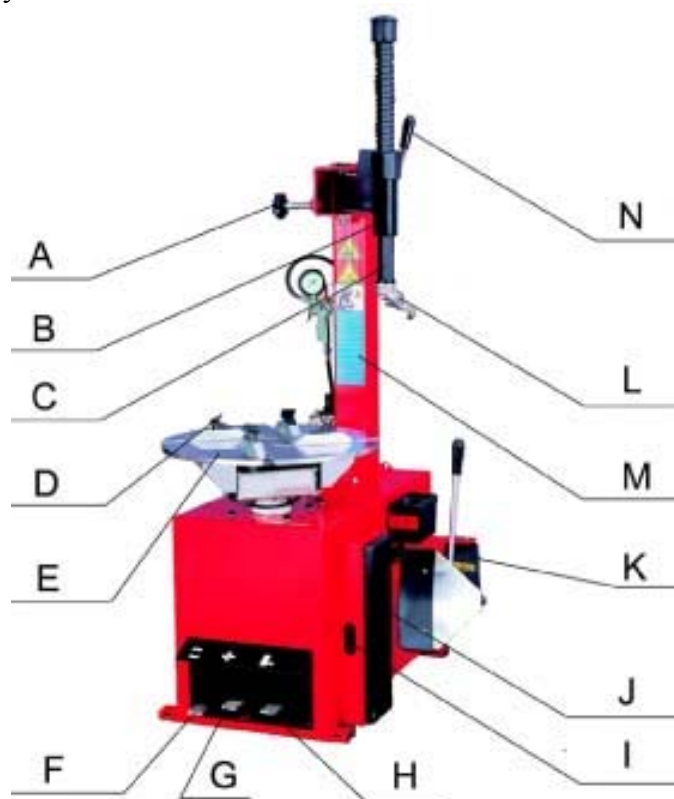

Рис.2
1) Подключите стенд к источникам электропитания и подачи воздуха и подождите какое-то время, чтобы давление сжатого воздуха достигло значения 8 Bar. 2) Нажмите педаль вращения стола (3, рис.2). Монтажный стол должен вращаться по часовой стрелке. Поднимите педаль. Стол должен вращаться против часовой стрелки. 3) Нажмите педаль отжима покрывки (1, рис.2) до срабатывания лопаты отжима. При отпускании педали она должна вернуться в исходное положение. 4) Нажмите педаль зажима кулачков (2, рис.2) для разведения кулачков. При повторном нажатии на педаль кулачки сходятся.
1) **ВНИМАНИЕ:** перед выполнением этой операции полностью спустите воздух из шины и уберите с колеса балансировочные грузы. 2) Во избежание повреждения шины и для облегчения процесса намажьте по всей поверхности закраины покрышки смазку. 3) Установите колесо на монтажный стол (4, рис.2). 4) Чтобы закрепить колесо на столе, сделайте следующее (в зависимости от размера колеса): Обод от 10" до 18": Поместите четыре кулачка (5, рис.2) в положение, отмеченное маркировкой на столике, выжимая до половины вниз педаль зажима (2, рис.2). Установите колесо на кулачки и, прижимая обод колеса, выжмите педаль захвата до упора. Убедитесь, что колесо прочно удерживается кулачками.
5) Опустите штангу (7, рис.2), пока монтажная головка (6, рис.2) не окажется рядом с ободом над колесом. При помощи блокировки зафиксируйте положение штанги.
7) Поднимите закраину покрышки на носик монтажной головки. Для этого вставьте монтажную лопатку между закраиной шины и носиком монтажной головки, затем приподнимите педаль вращения стола (3, рис.2).
- 9) Удерживая монтажную лопатку (14, рис.2) в нужном положении, вращайте стол по часовой стрелке, полностью выжав педаль вращения стола. Продолжайте, пока шина полностью не отделится от обода.
- 3) Зафиксируйте обод колеса при помощи внутренних частей кулачков (5, рис.2).
- 4) ПРИМЕЧАНИЕ: если вы работаете с ободами одного и того же размера, нет необходимости постоянно фиксировать и освобождать штангу. Вместо этого сдвиньте в сторону плечо (8, рис.2) с зафиксированной штангой (7, рис.2).